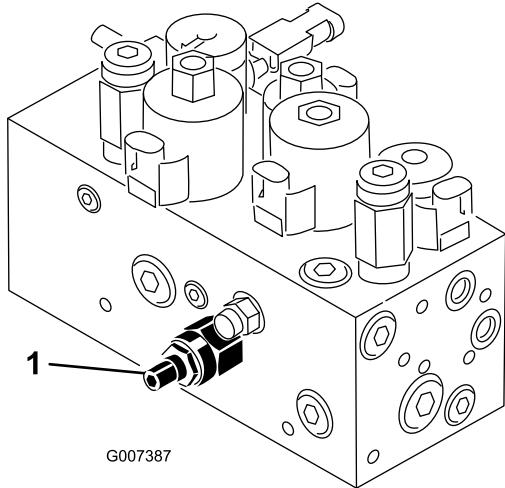

Figura 55
O circuito de elevação da unidade de corte encontra-se equipado com uma válvula de regulador de caudal (Figura 55). Esta válvula é previamente configurada pelo fabricante, mas por vezes é necessário efectuar ajustes de modo a compensar diferenças na temperatura do óleo hidráulico, nas velocidades de corte, etc. Se for necessário algum ajuste proceda da seguinte forma:
1. Levante o banco e localize a válvula de controlo do fluxo (Figura 55) montada ao lado do cilindro hidráulico para o apoio central.